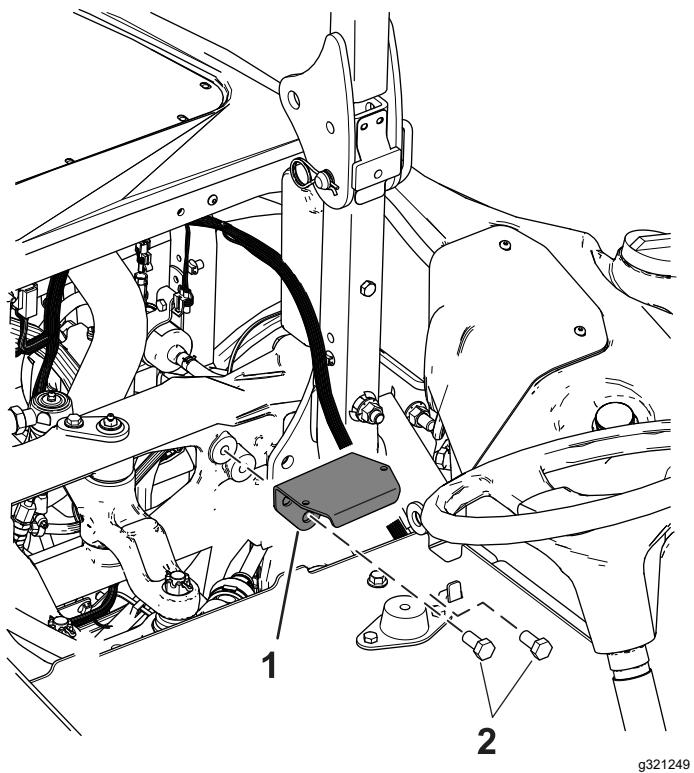

Figura 3
4. Instale o suporte do sensor na estrutura com dois parafusos ($\frac{1}{2}$ po. x 1 pol.) como se mostra na Figura 3.